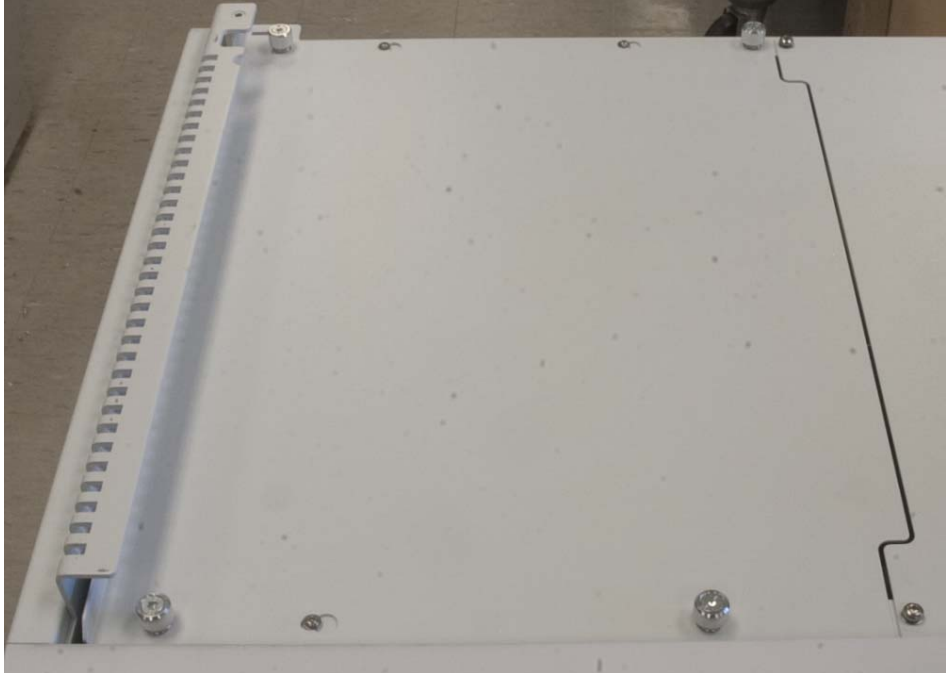

Abb. 27 Entfernen der Abdeckung oben links an der Grundplatte
- 4 Entfernen Sie die Rändelschrauben, die die Abdeckung oben links an der Grundplatte sichern, und entfernen Sie die Abdeckung (Abb. 27).